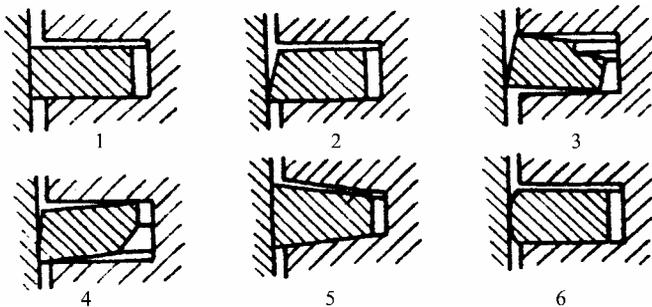

图 2-1 气环断面形状
(1) 气环切口形式：有平面式、斜口式、搭口式及带防转销钉式等。
(2) 气环断面：有矩形环、桶面环、正扭曲环、反扭曲环、锥面环及梯形环等。如图 2-1 所示。
(3) 油环断面：普通油环、组合油环、油环内圆中加波形钢片衬环或加钢丝螺旋衬簧、钢带组合油环等。